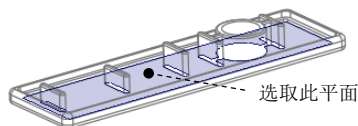

图 1.6 设置修剪平面
- (1) 在“阴影曲面”对话框中双击 **Clip Plane (修剪平面)** 元素。
- (2) 系统弹出 **ADD RMV REF (加入删除参考)** 菜单，选择该菜单中的 **Add (添加)** 命令。
- (3) 设置修剪平面。在系统  **选择一修剪平面。** 的提示下，采用“列表选取法”选取图 1.6 所示的模型内表面为修剪平面。
(4) 在 **▼ ADD RMV REF (加入删除参照)** 菜单中选择 **Done/Return (完成/返回)** 命令。